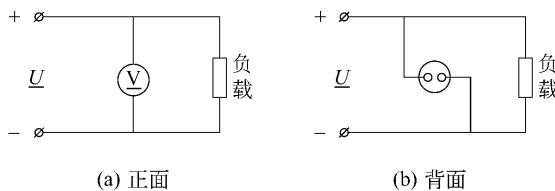

图 1-10 直流电压表接线
(1) 测量电压的基本方法是把电压表的两端并联接在被测电压的两端,从电压表的表盘上即可读出被测电压数值。
(2) 测量直流电压的方法:应首先了解被测电压的极性,电压表的“+”端要与被测电压的正极相连接,电压表的“-”端要与被测电压的负极相连接,如图 1-10(a)、(b)所示。